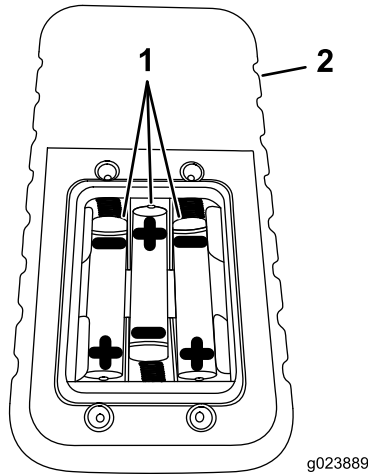

Figura 57
4. Instale 3 pilhas AAA novas no sentido mostrado em Figura 57.